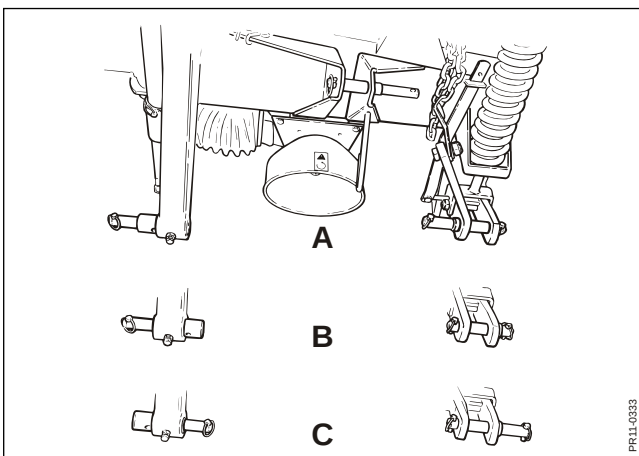

Fig. 2-9
- Fig. 2-9 De kan vælge mellem 3 indstillinger (**A**, **B** og **C**) af koblingstappene på toprammen, svarende til følgende sporvidde størrelser :
Indstillingen af koblingstappene foretages ved at løsne og indstille den faste træktap, samt tilpasse den løse træktap ifølge fig. 2-9.